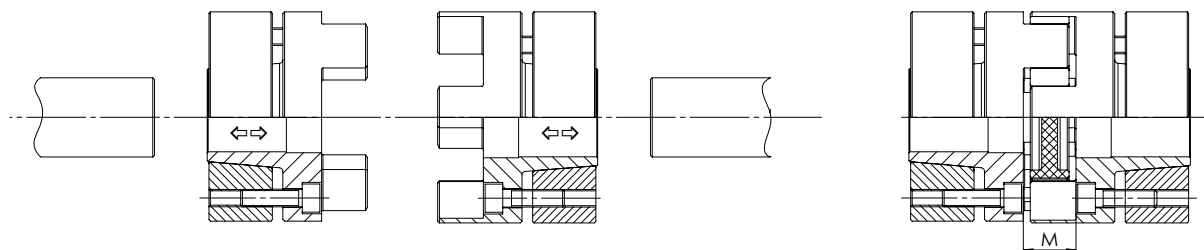

Figura 4-6 - TRASCO® ES: montaggio GESA-GESAP
- Avvicinare motore e utilizzatore fino all'ottenimento della quota M (vedi FIGURA 4-6 e TABELLA 4.1 - QUOTA M)